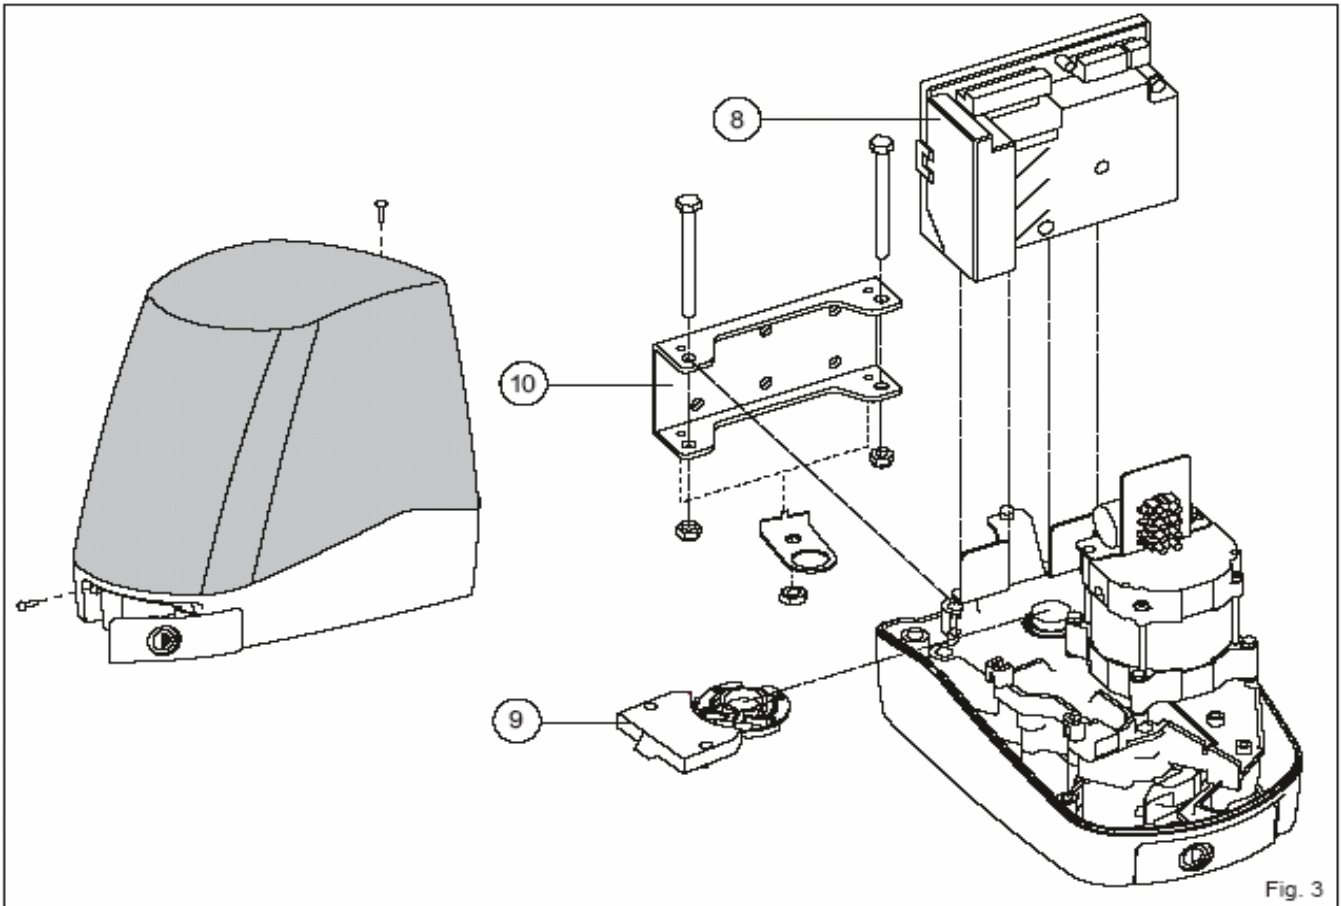

Fig. 3
2.2 Odniesienia do motoreduktora (rys.3)
- Zdjąć obudowę i zamontować motoreduktor na płycie montażowej [10] jak wskazuje rys.3